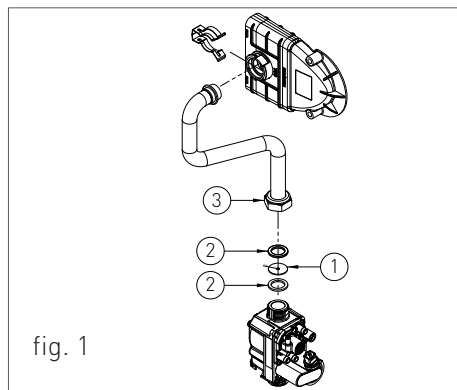

fig. 1
- › allentare le due viti '1' (fig.1) dalla boccia di fissaggio, e rimuovere il tubo di aspirazione aria;
- › svitare le tre viti di fissaggio '2' (fig.1) del venturi 'V' (fig.1) con una chiave da 10, tipo come in figura 2;
- › rimontare i componenti procedendo in senso inverso rispetto alle operazioni di smontaggio assicurandosi che venga rimontata la guarnizione 'G' come in fig.1;